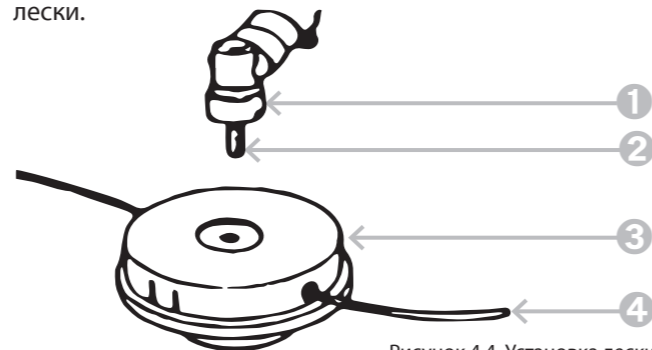

Рисунок 4.4. Установка лески
- 2 Зафиксируйте вал от проворачивания с помощью ключа (11), закрутите кассету с леской (3) (см. рис. 4.4.) против часовой стрелки до упора.